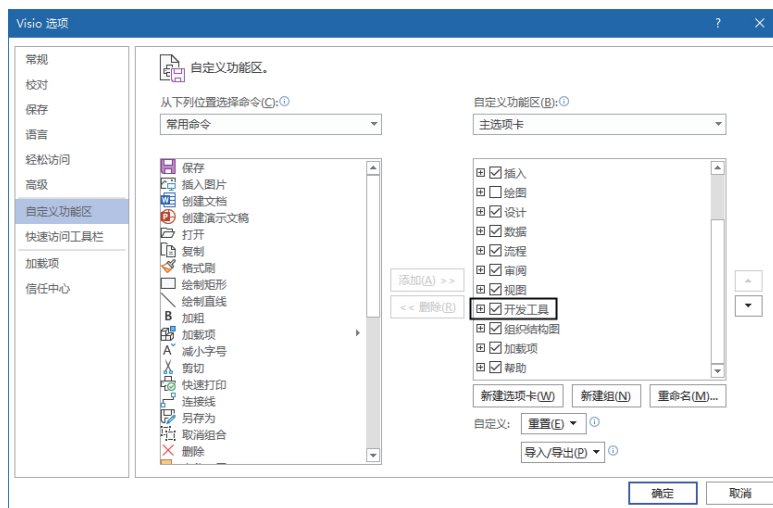

图 1-9 勾选“开发工具”复选框
- 单击“文件”按钮，然后选择“选项”命令，打开“Visio 选项”对话框，切换到“自定义功能区”选项卡，在右侧的列表框中勾选“开发工具”复选框，如图 1-9 所示。